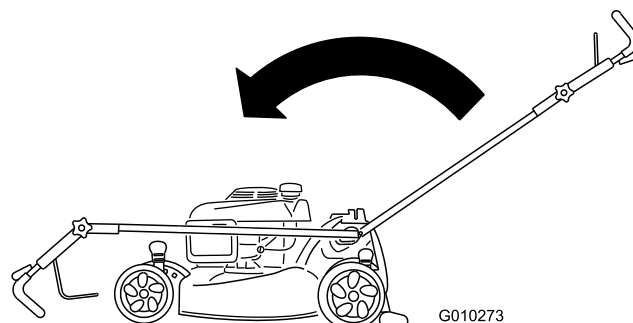

Figura 51
2. Mueva el manillar completamente hacia delante y afloje el pomo del manillar superior (Figura 51).